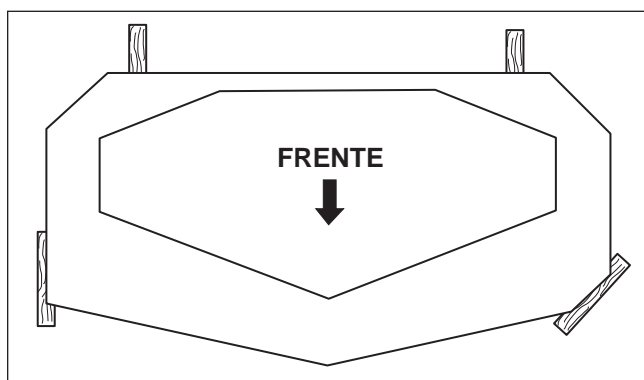

Figura 38. Lugar para bloques de 2 x 4
3. Coloque bloques de 2 x 4 bajo cada esquina de la cubierta de la podadora siendo los lados de 3 1/2” verticales. Vea la Figura 38.